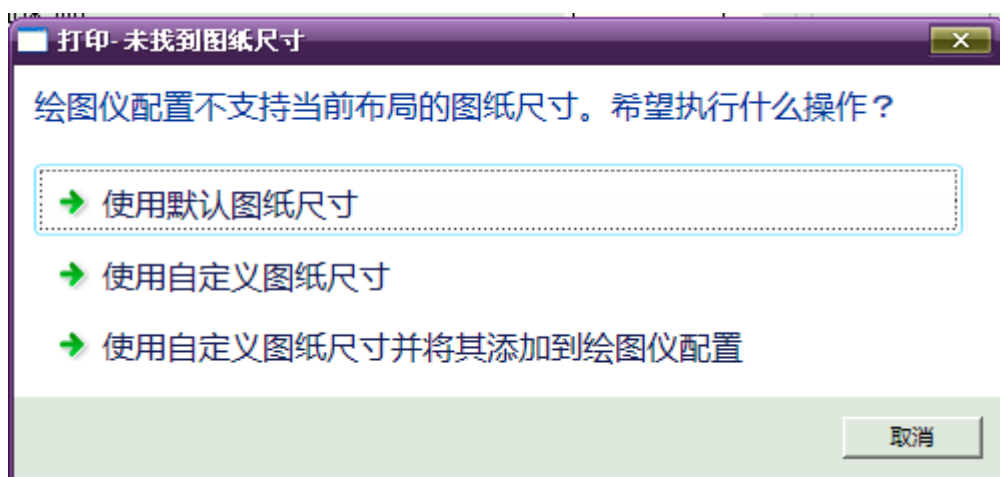
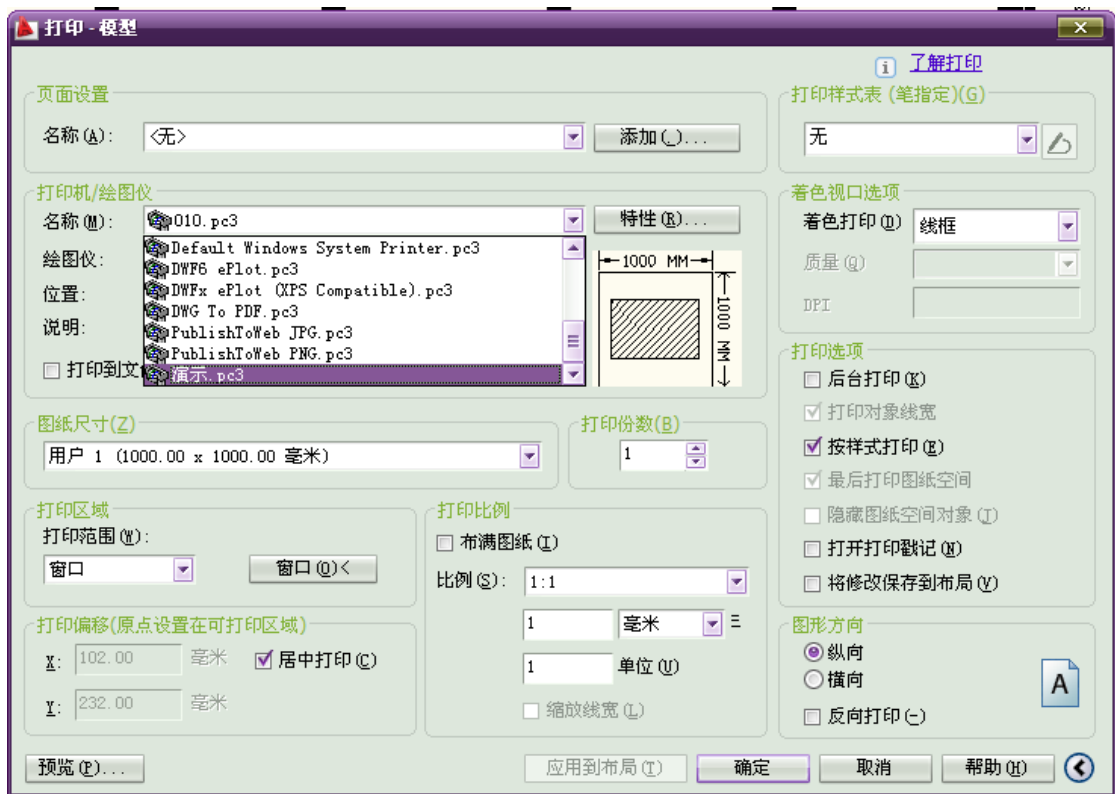

图 13
图 12
3、打开 CAD 文件，选择打印命令，或按 Ctrl+P，打开打印模型对话框，在“打印机/绘图仪-名称”里找到刚刚新建的“演示. pc3”选中。如图 12，图 13。选择使用默认尺寸即可。